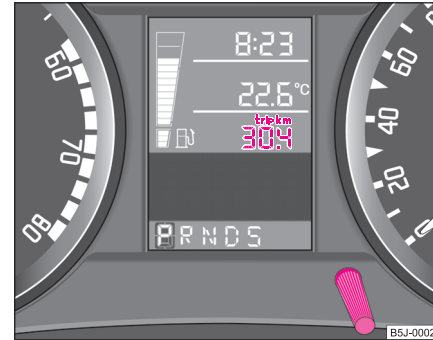

Fig. 3 Display: Contorul pentru distanța parcursă
Prin apăsarea scurtă pe butonul de resetare (6) ⇒ pagina 11, fig. 2 puteți comuta între contorul km. parcurși zilnic și contorul km. parcurși în total. Pentru a recunoaște care din cele două contoare este afișat pe display, deasupra contorului zilnic apare **trip** ⇒ fig. 3.